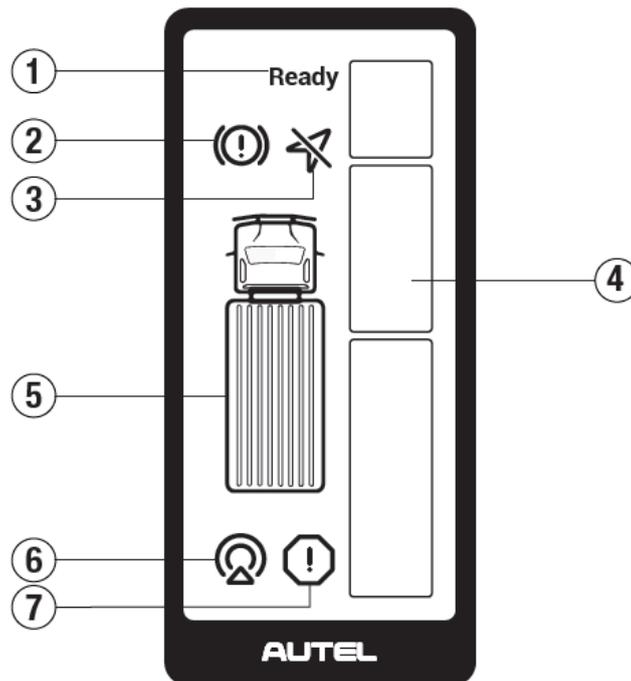

Abbildung 1-4 Beschreibung der Warnleuchte
- **Warnung der Stufe 1** : Der Lenkradwinkel beträgt weniger als 30° , und das Objekt tritt in den Warnbereich ein, dann leuchtet ein Abschnitt von Warnlicht-LEDs auf, wie in Abbildung 1-4 dargestellt.